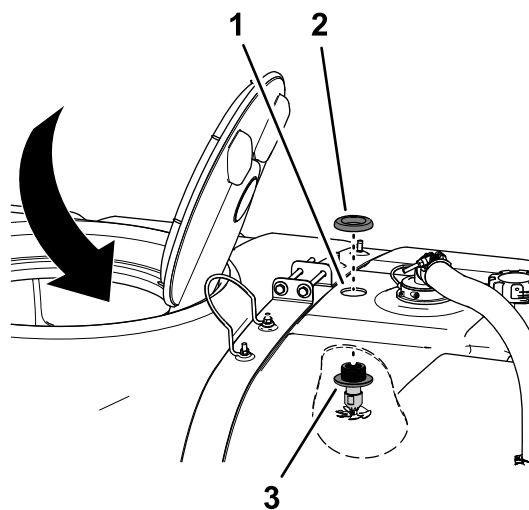

Рисунок 21
- Изнутри бака через отверстие диаметром 41 см вставьте сопло в сборе вверх через отверстие диаметром 4,5 см, которое вы просверлили при выполнении указаний в разделе Сверление в баке опрыскивателя (страница 10), как показано на Рисунок 21.
- Установите пластиковую фланцевую гайку на резьбу переходного штуцера в верхней части бака и затяните фланцевую гайку от руки (Рисунок 21).